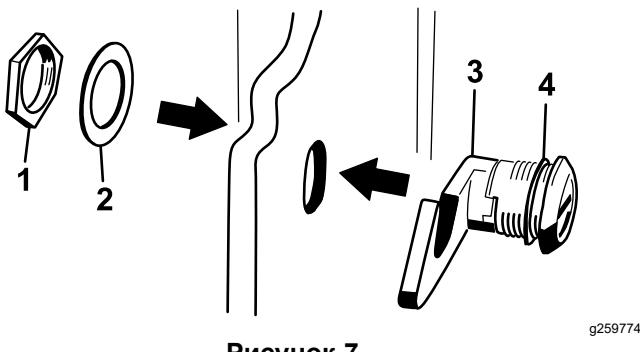

Рисунок 7
3. Выверните гайку с узла защелки капота (Рисунок 7).
4. С наружной стороны капота вставьте конец защелки с крюком через отверстие в капоте и убедитесь, что резиновая уплотнительная шайба осталась на наружной стороне капота (Рисунок 7).